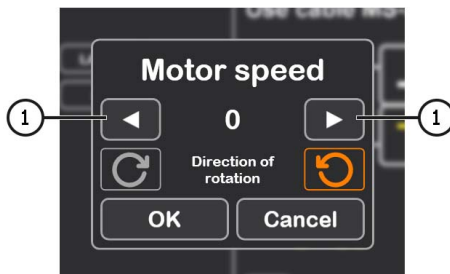

Рисунок 26.
4.1. После активации режима диагностики откроется окно предварительной проверки генератора см. рис. 26.
4.2. Кнопками управления приводом генератора (см. поз. 1 рис. 26) установите скорость вращения шкива генератора в пределах от 100 до 150 об/мин.
4. Перед активацией режима диагностики появиться откроется окно предварительной проверки генератора см. рис. 26.
4.1. Кнопками управления приводом генератора (см. поз. 1 рис. 26) установите скорость вращения шкива генератора в пределах от 100 до 150 об/мин.
5. После нажатия на кнопку **«Automatic test»** появится откроется окно предварительной проверки генератора см. рис. 26.
- 5.1. Кнопками управления приводом генератора (см. поз. 1 рис. 26) установите скорость вращения шкива генератора в пределах от 100 до 150 об/мин.
5. Нажмите на кнопку **«Manual test»**, откроется окно предварительной проверки генератора см. рис. 26.
6.1. Кнопками управления приводом генератора (см. поз. 1 рис. 26) установите скорость вращения шкива генератора в пределах от 100 до 150 об/мин.